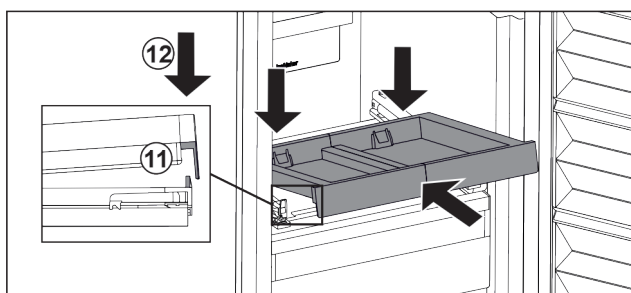

Fig. 103
- ▶ Šikmo zasuňte. Dbejte, aby byl na obou stranách doraz za západkou. Fig. 103 (11)
- ▶ Usadte vpředu vysouvací přihrádku. Fig. 103 (12)